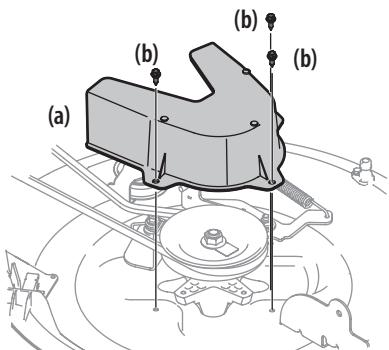
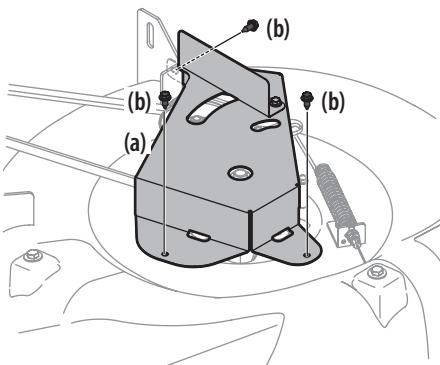

Figura 32
Figura 33
5. Extraiga la cubierta de la correa de la plataforma (a), para lo cual deberá retirar los tres pernos hexagonales (b) que la sujetan. Consulte la Figura 32 para plataformas de 30" y la Figura 33 para plataformas de 24".